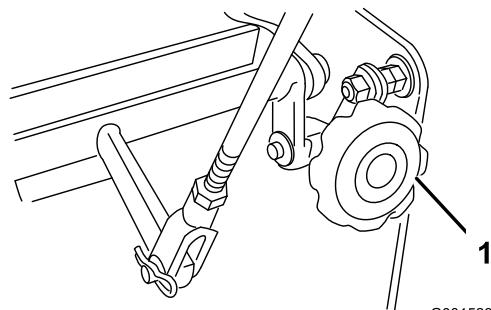

Bild 38
- Wenn das Gerät nach einer Seite zieht, drehen Sie das Schnellspur-Handrad. Drehen Sie das Handrad nach rechts, um nach rechts zu lenken, drehen Sie das Handrad nach links, um nach links zu lenken (Bild 38).